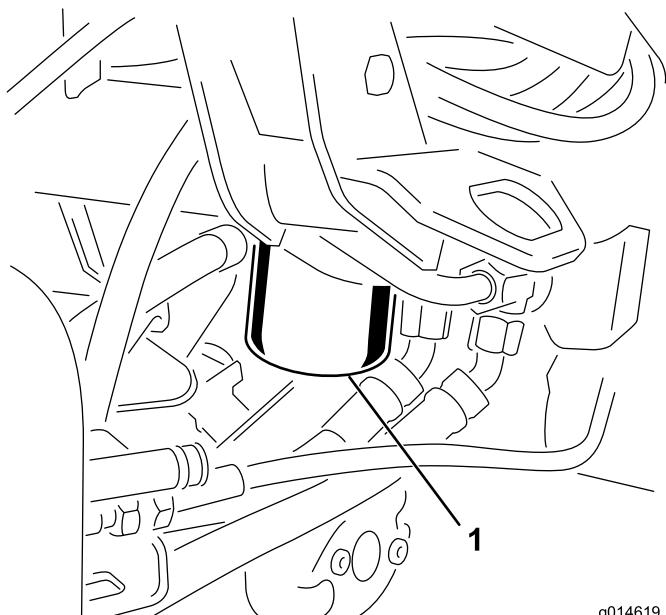

Figure 41
- Nettoyez la zone autour de la surface de montage du filtre (Figure 41). Placez un bac de vidange sous le filtre et enlevez le filtre.